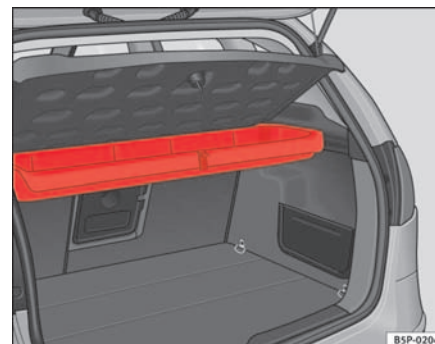
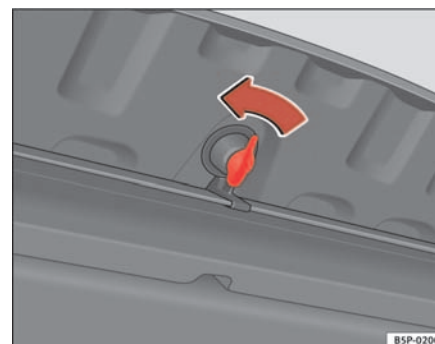

Fig. 118 Alojamento para o triângulo de pré-sinalização por baixo da chapeleira traseira
Fig. 119 Abertura da caixa porta-objectos
O triângulo de pré-sinalização* está localizado por baixo da prateleira posterior na uma caixa porta-objectos ⇒ página 145, fig. 118. Para abrir esta caixa porta-objectos, gire o trinco 90°. ⇒ página 145, fig. 119
- Abra a caixa porta-objectos, girando o trinco 90°. ⇒ página 145, fig. 119